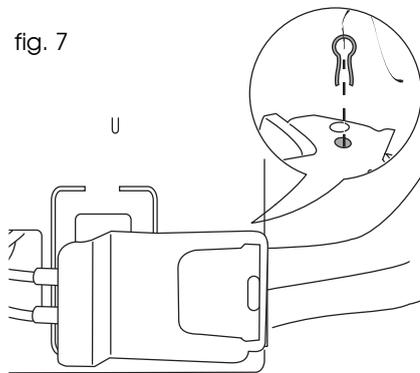

fig. 7
5) Inserire la spina di sicurezza nel foro previsto (fig. 7).